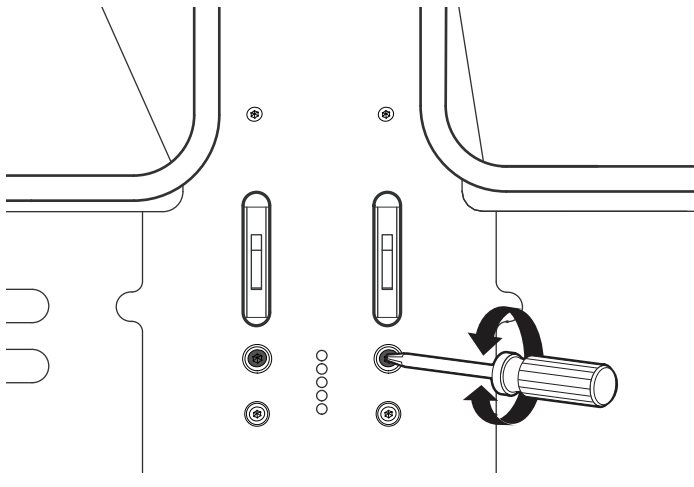

Figure 26 : Vis d'ajustement des charnières
4. Vous pouvez ajuster l'inclinaison en vissant ou dévissant à l'aide d'un grand tournevis Torx T-20 la vis Torx de la charnière, située directement au-dessus de la fente de la charnière. Tournez la vis jusqu'à ce que la porte soit correctement alignée (Figure 26).